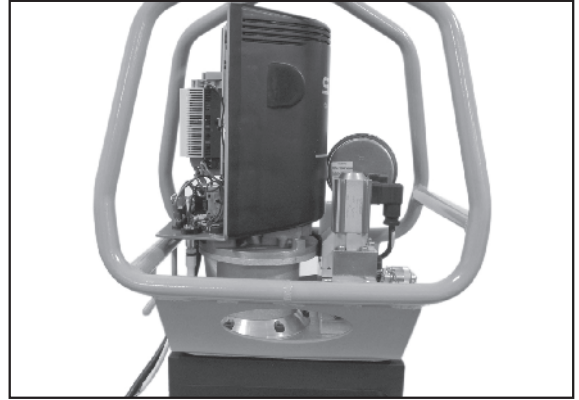

Figura 15.
4. Consulte la Figura 15. Gire el motor.